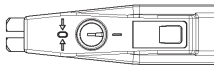

Abb. 1
- 7.4. Die Einschaltsperr¹⁰ des Akku-Löt¹ wird gelöst, indem man mit dem beiliegenden Schraubendreher¹¹ die Verriegelung¹⁰ auf Stellung „I“ dreht (siehe Abb. 1).